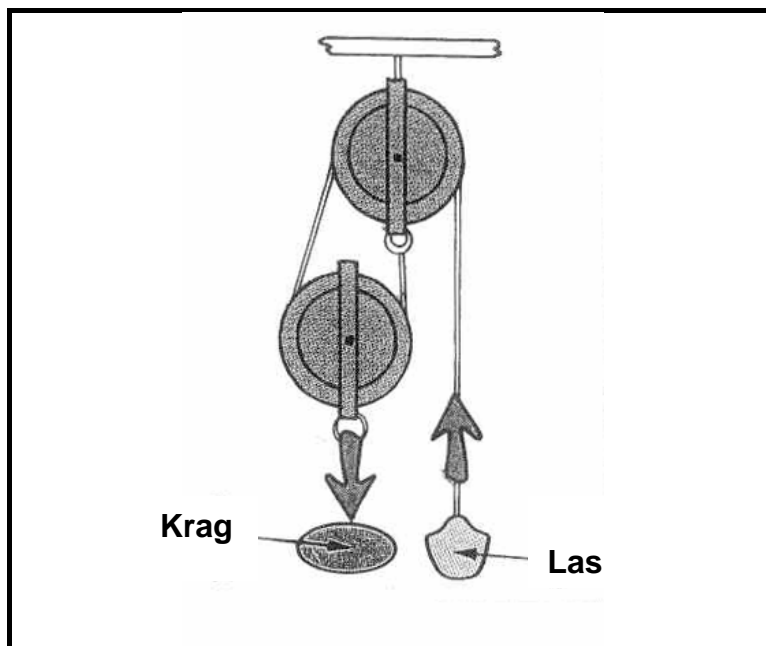

FIGUUR 1.5
1.15 Aan watter tipe spanning word die klinknaels in FIGUUR 1.5 onderwerp?